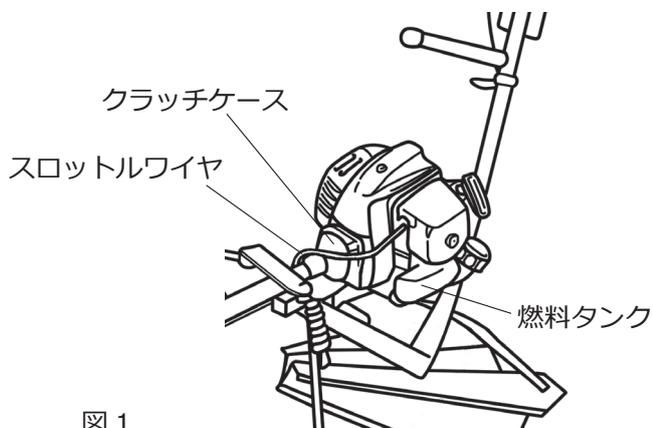

図1
- ① ハンドルの下部と本体の穴を合わせ、六角ボルト (M6 × 35) 2 個を差し込み、確実に締め付けてください (締め付けトルク 5 ~ 6N・m)。
- ② ハンドルの組み立てを終えたら、ガタがないか、締め忘れがないかを確認してください。
- ① 付属のコンビボックススパナと両口スパナを用意してください。
- ② 六角ナット (M8) をゆるめて、プレートを取り外してください。
- ③ 六角ナット (M6) をゆるめて、六角ボルト (M6 × 70) 2 個を取り外してください。
- ④ パイプマトメの取付穴位置を替えてハンドルの高さを調節し、六角ナット (M6) と六角ボルト (M6 × 70) 2 個で確実に締め付け、組み付けてください (締め付けトルク 5 ~ 6N・m)。
- ⑤ 丸サラ小ネジと六角ナット (M8) でプレートを取り付けてください。
(3) スロットルレバーの取り付け
- ① 図1のようにスロットルレバーをハンドルに組み付けてください。
- ② バンド2本でパイプマトメにスロットルワイヤを仮止めしてください。
- スロットルワイヤは図1、図2のように、クラッチケースの上側から燃料タンクの下側を取り回してください。